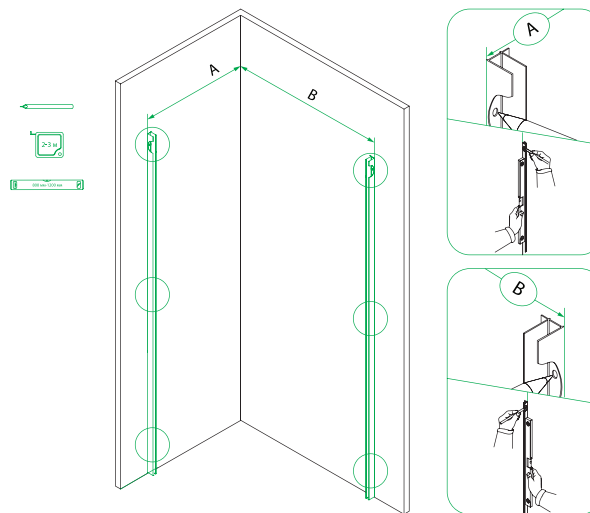
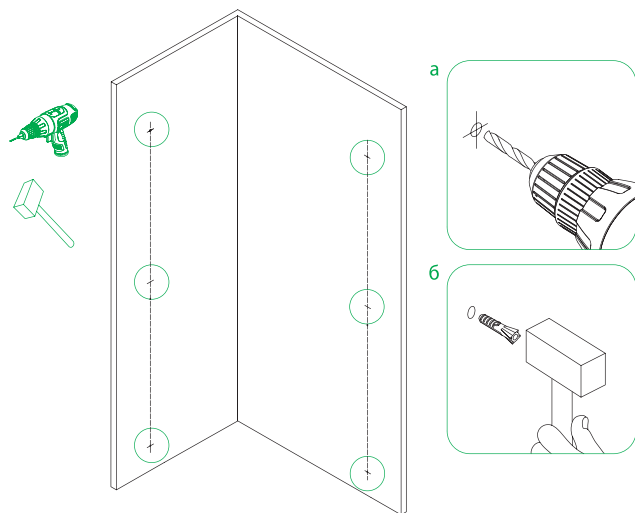

Рис. 7/7-сур.
Рис. 8/8-сур.
4. Приложите пристенные профили к стене, выровняйте по уровню и произведите разметку отверстий для шурупов (рис. 7). Просверлите отверстия (рис.8-а) и вставьте
дюбели, как показано на рисунке рис. 8-б.